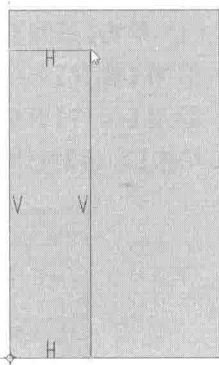

图 1-16 创建草绘矩形
(8) 在图形工具栏中单击【草绘视图】按钮 ，草图视图由模型视图变为与屏幕平行。
(9) 单击【草绘】选项卡中【草绘】区域的【矩形】按钮 .
① 选择基准坐标系的原点；
② 向右上方移动鼠标，单击确定矩形的终止点，如图 1-16 所示。